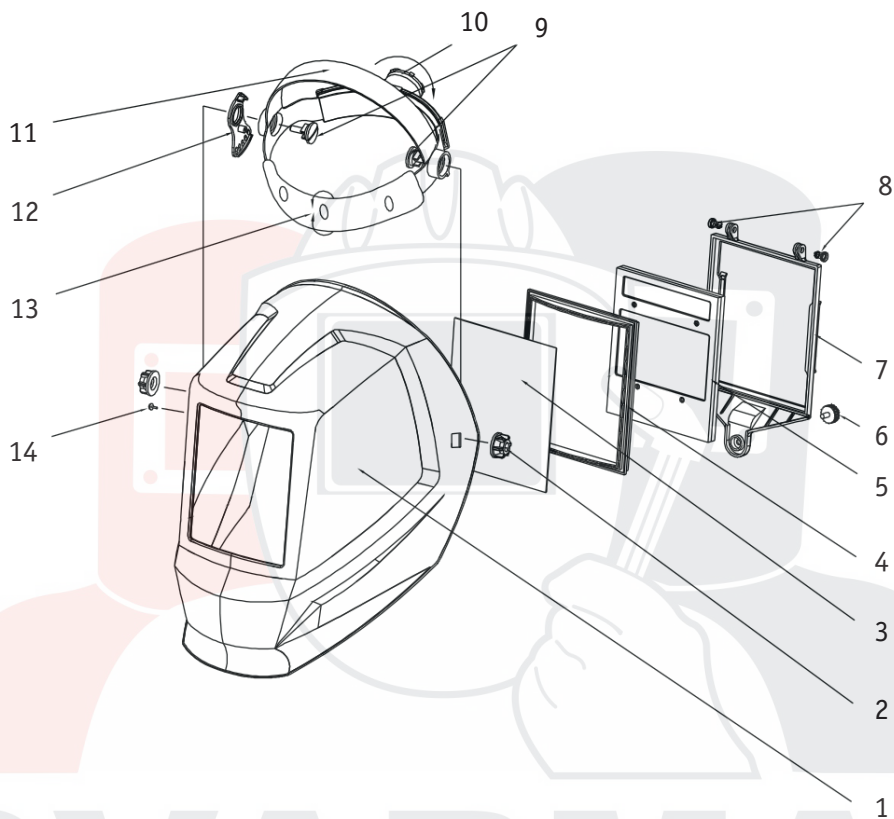

Рис. 2
На **рис. 2** представлена схема сборки корпуса маски и подголовника.
1. Корпус маски поставляется в сборе со светофильтрами. Соедините корпус маски и наголовник с помощью фиксаторов и гаек (**рис. 2**).
– Горизонтальная регулировка обхвата головы: нажмите на регулятор (**16, рис. 2**), и поворачивайте рукоять по часовой стрелке, чтобы уменьшить размер наголовника, и против часовой – чтобы увеличить. Маска должна плотно сидеть на голове.
– Вертикальная регулировка системы крепления: уменьшая или увеличивая размер ремня (**17, рис. 2**), отрегулируйте размер наголовника так, чтобы глаза сварщика находились в средней части светофильтра.
– Регулировка наклона маски: отрегулируйте затяжку винтов и положение фиксатора сегментной регулировки (**18, рис. 2**) для удобного угла обзора. Убедитесь, что маска свободно опускается и не сползает.